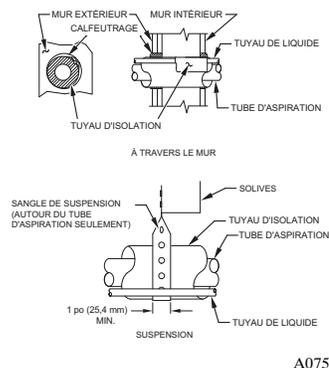

Figure 1 – Installation des conduites
5. Lorsque vous acheminez les conduites de frigorigène à travers le mur, scellez l'ouverture au moyen d'un composé de caoutchouc de silicone résistant aux variations de température ou de tout composé de calfeutrage souple à base de silicone (voir figure 1).
7. Ne suspendez pas les conduites de frigorigène provenant des solives et des goujons au moyen de fils rigides ou de sangles en contact direct avec les conduites (consultez la figure 1).
9. Au besoin, utilisez les sangles de suspension de 1 po (25,4 mm) de largeur qui correspondent à la forme de l'isolation des conduites (voir figure 1).